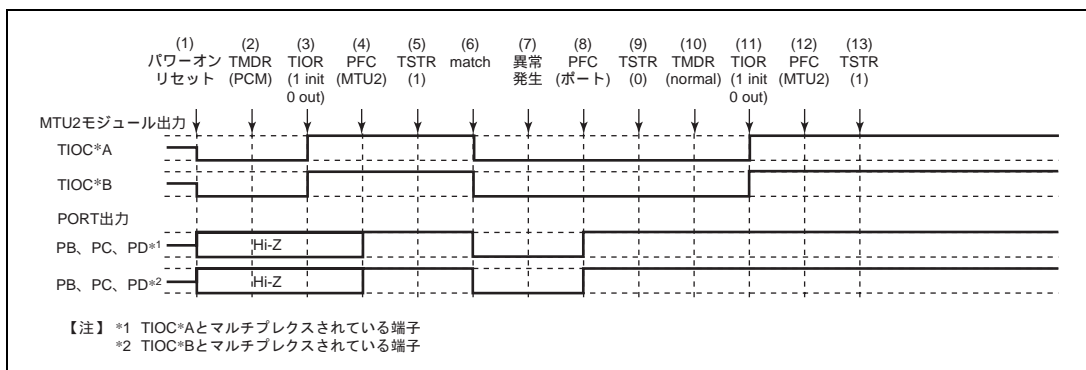

図 12.143 位相計数モードで異常が発生し、ノーマルモードで復帰する場合
位相計数モードで異常が発生し、再設定後ノーマルモードで再スタートする場合の説明図を図 12.143 に示します。
(1) ~ (9) は図 12.143 と共通です。
(10) PWM モード 1 を設定します。
(11) TIOR で端子を初期化してください (PWM モード 1 では TIOC\*B 側は初期化されません)。
(12) PFC で MTU2 出力としてください。
(13) TSTR で再スタートします。
(10) PWM モード 2 を設定します。
(11) TIOR で端子を初期化してください (PWM モード 2 では周期レジスタの端子は初期化されません)。
- (1) ~ (9) は図 12.143 と共通です。
- (10) 位相計数モードで再スタートする場合には必要ありません。
- (11) TIOR で端子を初期化してください。
- (12) PFC で MTU2 出力としてください。
- (13) TSTR で再スタートします。
(21) 相補 PWM モードで動作中に異常が発生し、ノーマルモードで再起動する場合の動作